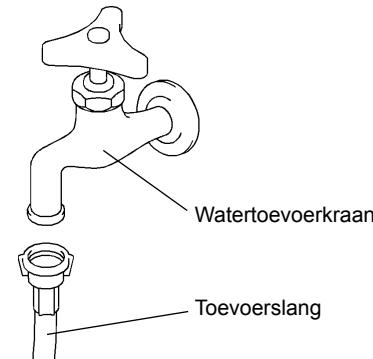

Fig. 5
- 2) Bevestig het andere uiteinde van de toevoerslang aan de waterkraan (fig. 5). Zorg ervoor dat de ring goed is aangebracht alvorens handvast aan te draaien zoals hierboven. Het is een goede voorzorgsmaatregel om een afsluiter binnen handbereik te hebben.
2) Bevestig het andere uiteinde van de toevoerslang aan de watertoekoerkraan (fig. 5). Let er daarbij op dat de afdichtingsring goed is aangebracht voordat u hem handvast aandraait, zoals hierboven.